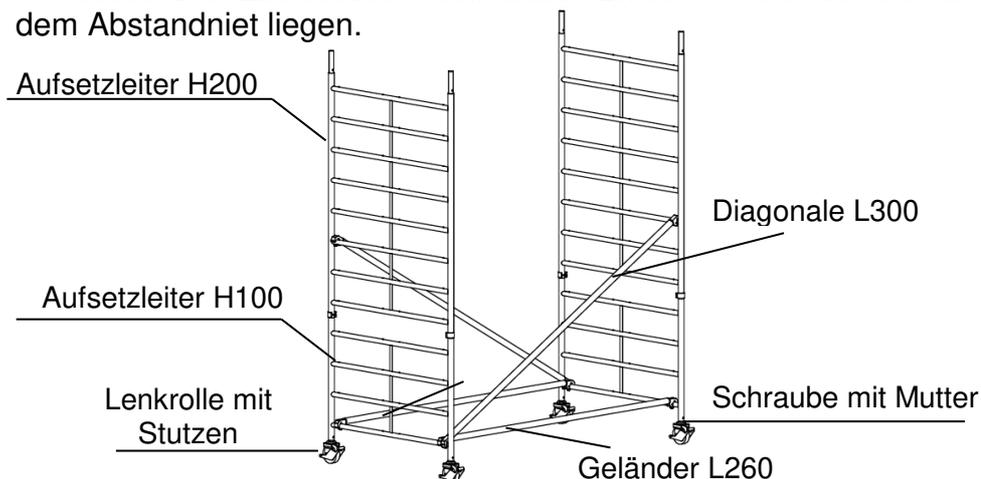

Bild 2: Grundeinheit ohne Fahrbalken
Das Fahrwerk des plettac AluStar 140 besteht aus Fahrbalken, Lenkrollen und Aussteifungselementen. Die Fahrbalken sind nach der geplanten Aufbauhöhe auszuwählen. Die zulässigen Höhen sind abhängig von einer zu erwartenden Windbelastung (Aufbau im Freien oder in geschlossenen Räumen) und von der Anzahl der anzubringenden Ballastgewichte. Bis 5.10 m Standhöhe kann ohne Fahrbalken (Bild 2 und 3) aufgebaut werden, darüber hinaus muss der Teleskop-Fahrbalken L228 (Bild 1) eingesetzt werden. Beim Aufbau ist folgendermaßen vorzugehen:
- Aufstellen der Grundeinheit, wandseitiger Aufbau (Bild 2 bis 5)